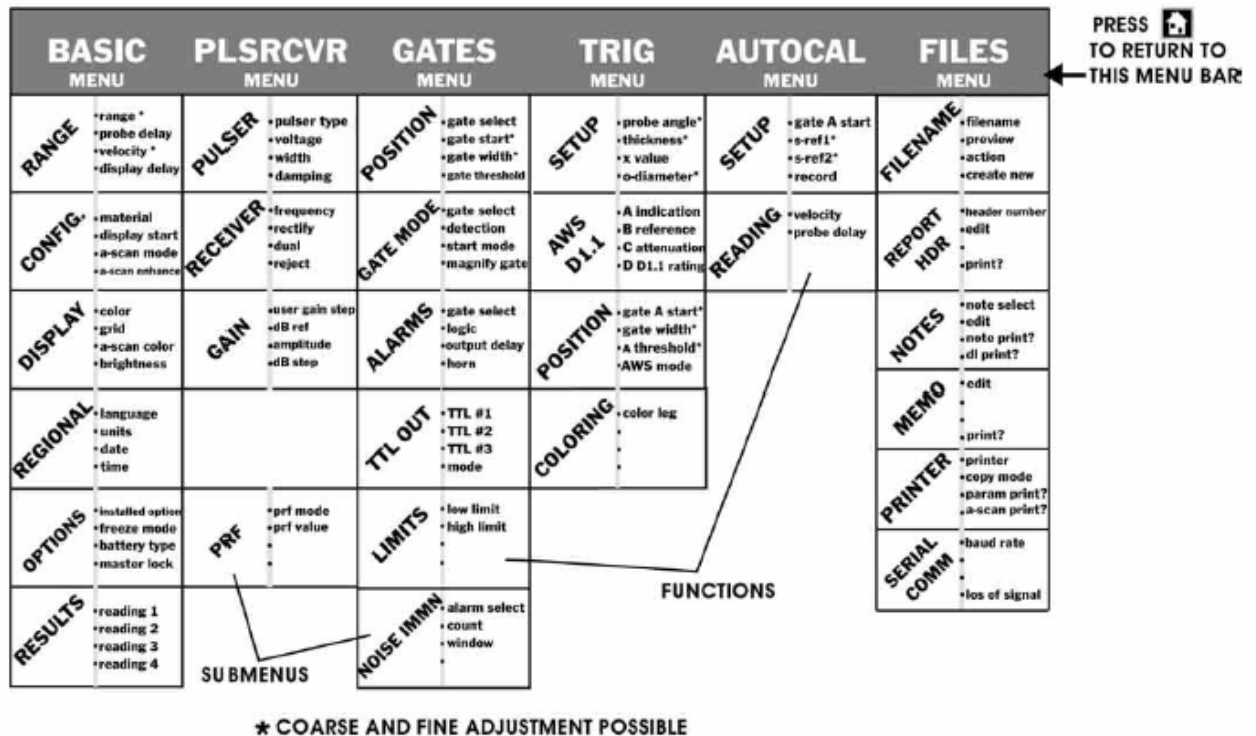

Figura 1-3 Estos menús, submenús y funciones son de acceso mediante el menú principal (Home)
- Menús disponibles son accesados por medio del Menú principal (Home) (Figura 1-3). Note que los menús visibles en el instrumento en particular dependen de las opciones instaladas.
Note que algunas funciones, como el Rango tienen modo de ajuste tanto fino como burdo. Los ajustes finos o burdos son seleccionados presionando  mas de una vez. Cuando el nombre de la función, tal como el rango, aparece en mayúsculas, girando la perilla producirá grandes cambios en los valores de las funciones seleccionadas. Cuando el nombre de la función aparece en minúsculas, girando la perilla cambiará el valor por cantidades más pequeñas. Las funciones con capacidades de ajuste fino y burdo son captadas con [icono con estrella] en la Figura 1-3.